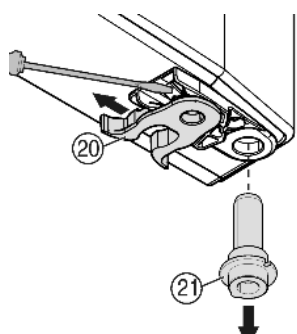

Fig. 8
- ▶ Przenieść zacisk sprężynowy Fig. 8 (20): Zatrask przycisnąć w dół, przy tym zdjąć zacisk sprężynowy.
- ▶ Trzpień zawiasu Fig. 8 (21) wyjąć z tulei drzwi i razem z podkładką założyć po przeciwnej stronie. Zatrask musi wskazywać do wewnątrz drzwi, a nacięcia do zewnątrz.
- ▶ Drzwi założyć na dole, a trzpień zawiasu Fig. 8 (21) umieścić w płytce zawiasu. Ew. obrócić trzpień zawiasu tak, by się zablokował.